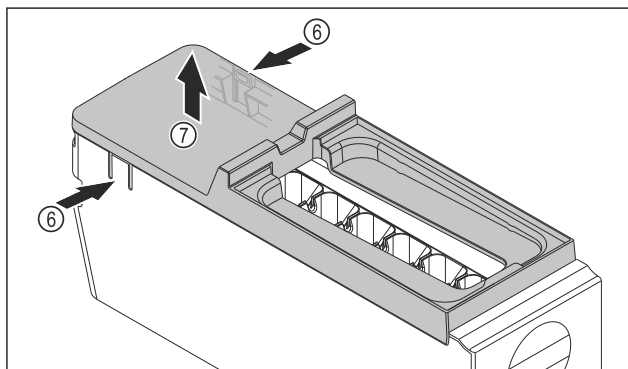

Fig. 142
- ▶ Изваждане на капака на корпуса на EasyTwist-Ice: Натиснете езичетата Fig. 142 (6) от двете страни на корпуса на EasyTwist-Ice с една ръка.
- ▶ С другата ръка извадете капака Fig. 142 (7) нагоре.